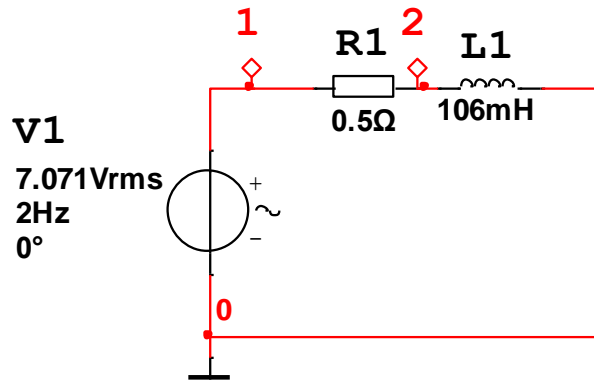

Рисунок 9 – Схема исследуемой RL-цепи
На рис. 9 и 10 представлены исследуемые RL и RC схемы.
1. Соберите поочередно схемы (рис. 9 и 10), сохранив действующее значение напряжения  $U$ , частоту  $f$  и фазу  $\varphi$  источника питания: